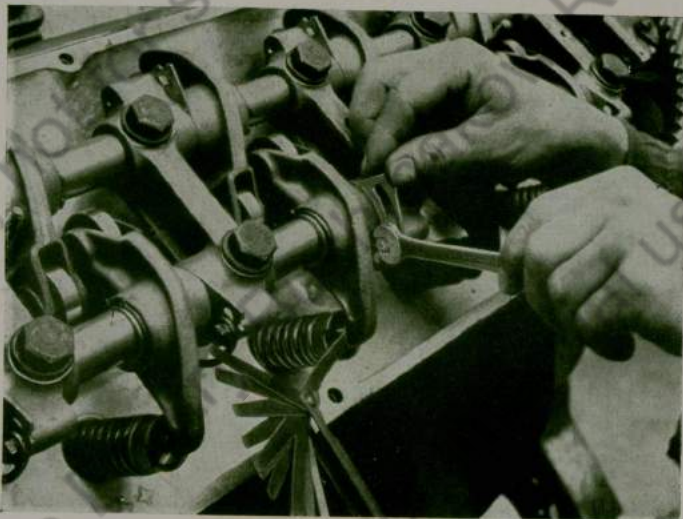

Abb. 21 Nachstellen des Ventilspiels
Beim Aufsetzen des Zylinderkopfes ist darauf zu achten, daß sich die Zylinderkopfdichtung in vollkommen einwandfreiem Zustand befindet. Das Anziehen der Zylinderkopfschrauben muß sehr sorgfältig ausgeführt werden. Von der Mitte ausgehend sind alle Schrauben nach der in Abb. 13 vorgeschriebenen Reihenfolge wiederholt allmählich anzuziehen. Nach Einbau ist das Ventilspiel auf 0,25 mm (siehe Abb. 21) einzustellen. Der Motor soll dann ohne Last warmlaufen, wonach sämtliche Zylinderkopfschrauben neu nachzuziehen sind. Ventile nochmals auf Spiel prüfen. Die Zylinderkopfschrauben sind mit einem Drehmomentschlüssel von 10 mkg oder mit einem doppelarmigen Steckschlüssel von 60 cm Griff-länge anzuziehen.
1. Nachstellen des Ventilspiels (Abb. 21).